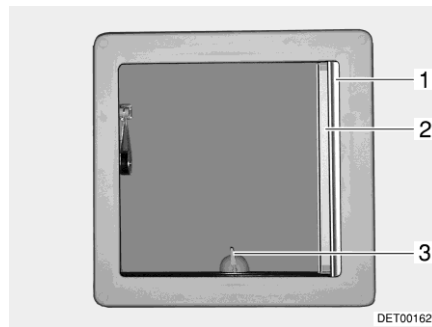
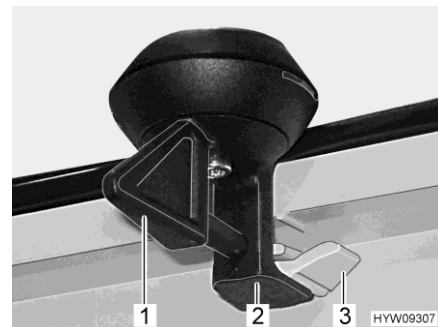

Bild 53 Kipp-Dachhaube
Bild 54 Verriegelung (Kipp-Dachhaube)
- Den Hebel (Bild 53,3 bzw. Bild 54,1) eine viertel Umdrehung drehen.
- Den Hebel eine viertel Umdrehung drehen. Die Verriegelung (Bild 54,2) muss in die untere Raste (Bild 54,3) gleiten.
- Faltverdunklung (Bild 53,1) ausziehen und an gewünschter Position loslassen. Die Faltverdunklung bleibt in dieser Position stehen.
- Insektenschutzrollo (Bild 53,2) ausziehen, bis es an der Verriegelung an der gegenüberliegenden Seite einrastet.